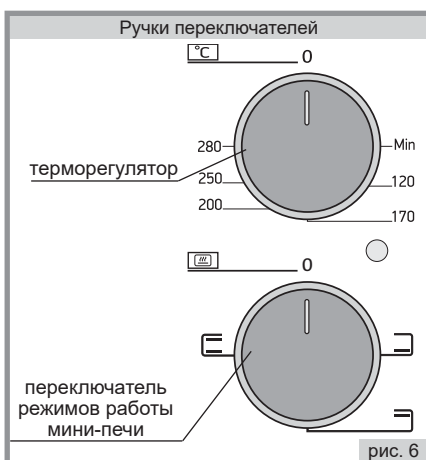

рис. 6
- Для включения нагревательных элементов необходимо повернуть по часовой стрелке ручку терморегулятора (рис.6) и установить выбранный температурный интервал, после чего загорится сигнальная лампочка.